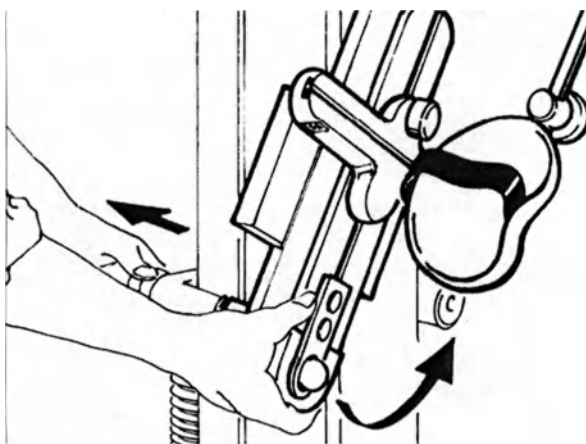

Рис. 1
В зависимости от того, сустав правого или левого плеча мы собираемся разрабатывать, механическую руку следует зафиксировать на правом или левом центре вращения (см. Рис. 1, 2). Сбоку от этих центров вращения имеются надписи, позволяющие не перепутать, на каком из центров вращения должна быть зафиксирована механическая рука при каждом виде реабилитации". Центры вращения обозначены цифрой 5 на рисунке "Устройство аппарата". Для фиксации механической руки на правом или левом центре вращения необходимо сделать следующее:
□□ Выкрутите фиксатор (22), придерживая при этом механическую руку (рис.1). Механическая рука имеет крепление в верхней части аппарата и может совершать вокруг него маятниковые движения. Переместите механическую руку к другому центру вращения (рис. 2), и закрутите фиксатор (22).